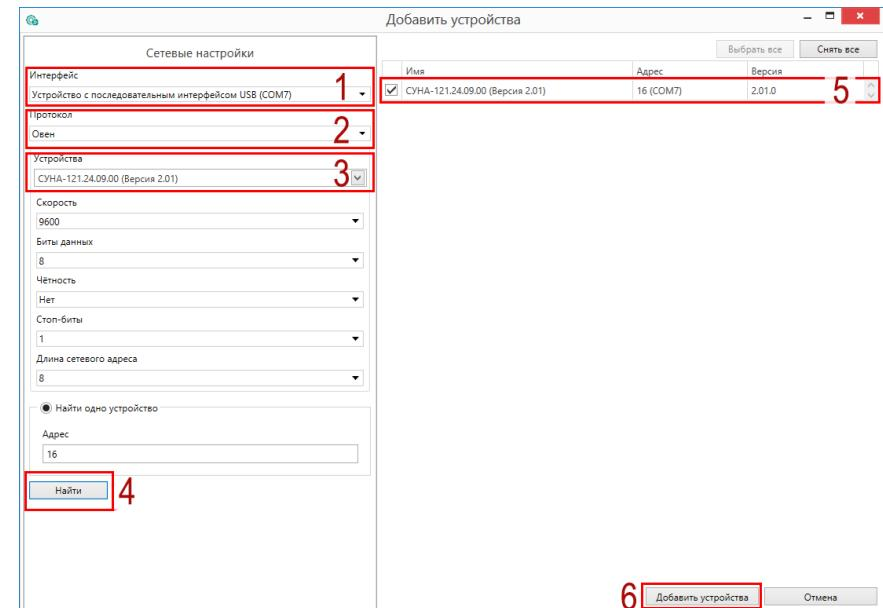

Рисунок 4.1 – Настройки связи с устройством
6. Выбрать интерфейс «Устройство с последовательным интерфейсом USB» (см. рисунок 4.1, 1). Номер СОМ порта, присвоенный прибору можно узнать в Диспетчере устройств Windows.
7. Выбрать протокол **ОВЕН** (см. рисунок 4.1, 2).
8. Выбрать устройство (Пункт 3 на рисунок 4.1). Модификация прибора указана на боковой стороне прибора.
9. Выбрать «Найти одно устройство», если добавляется один прибор. Запустить поиск нажатием на кнопку «Найти» (см. рисунок 4.1, 4).
10. Выделить найденное устройство (см. рисунок 4.1, 5).
11. Добавить устройство в проект Конфигуратора по нажатию кнопки «Добавить устройства» (см. рисунок 4.1, 6).